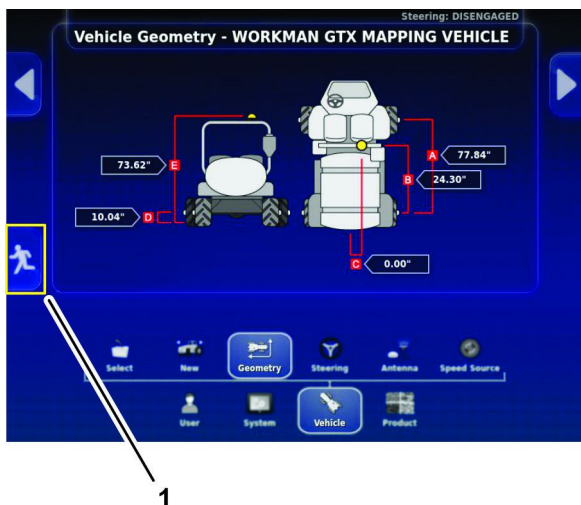

Figure 194
1. Icône récepteur satellite et sol (E)
6. Appuyez sur l'icône QUITTER CONFIGURATION (Figure 194).